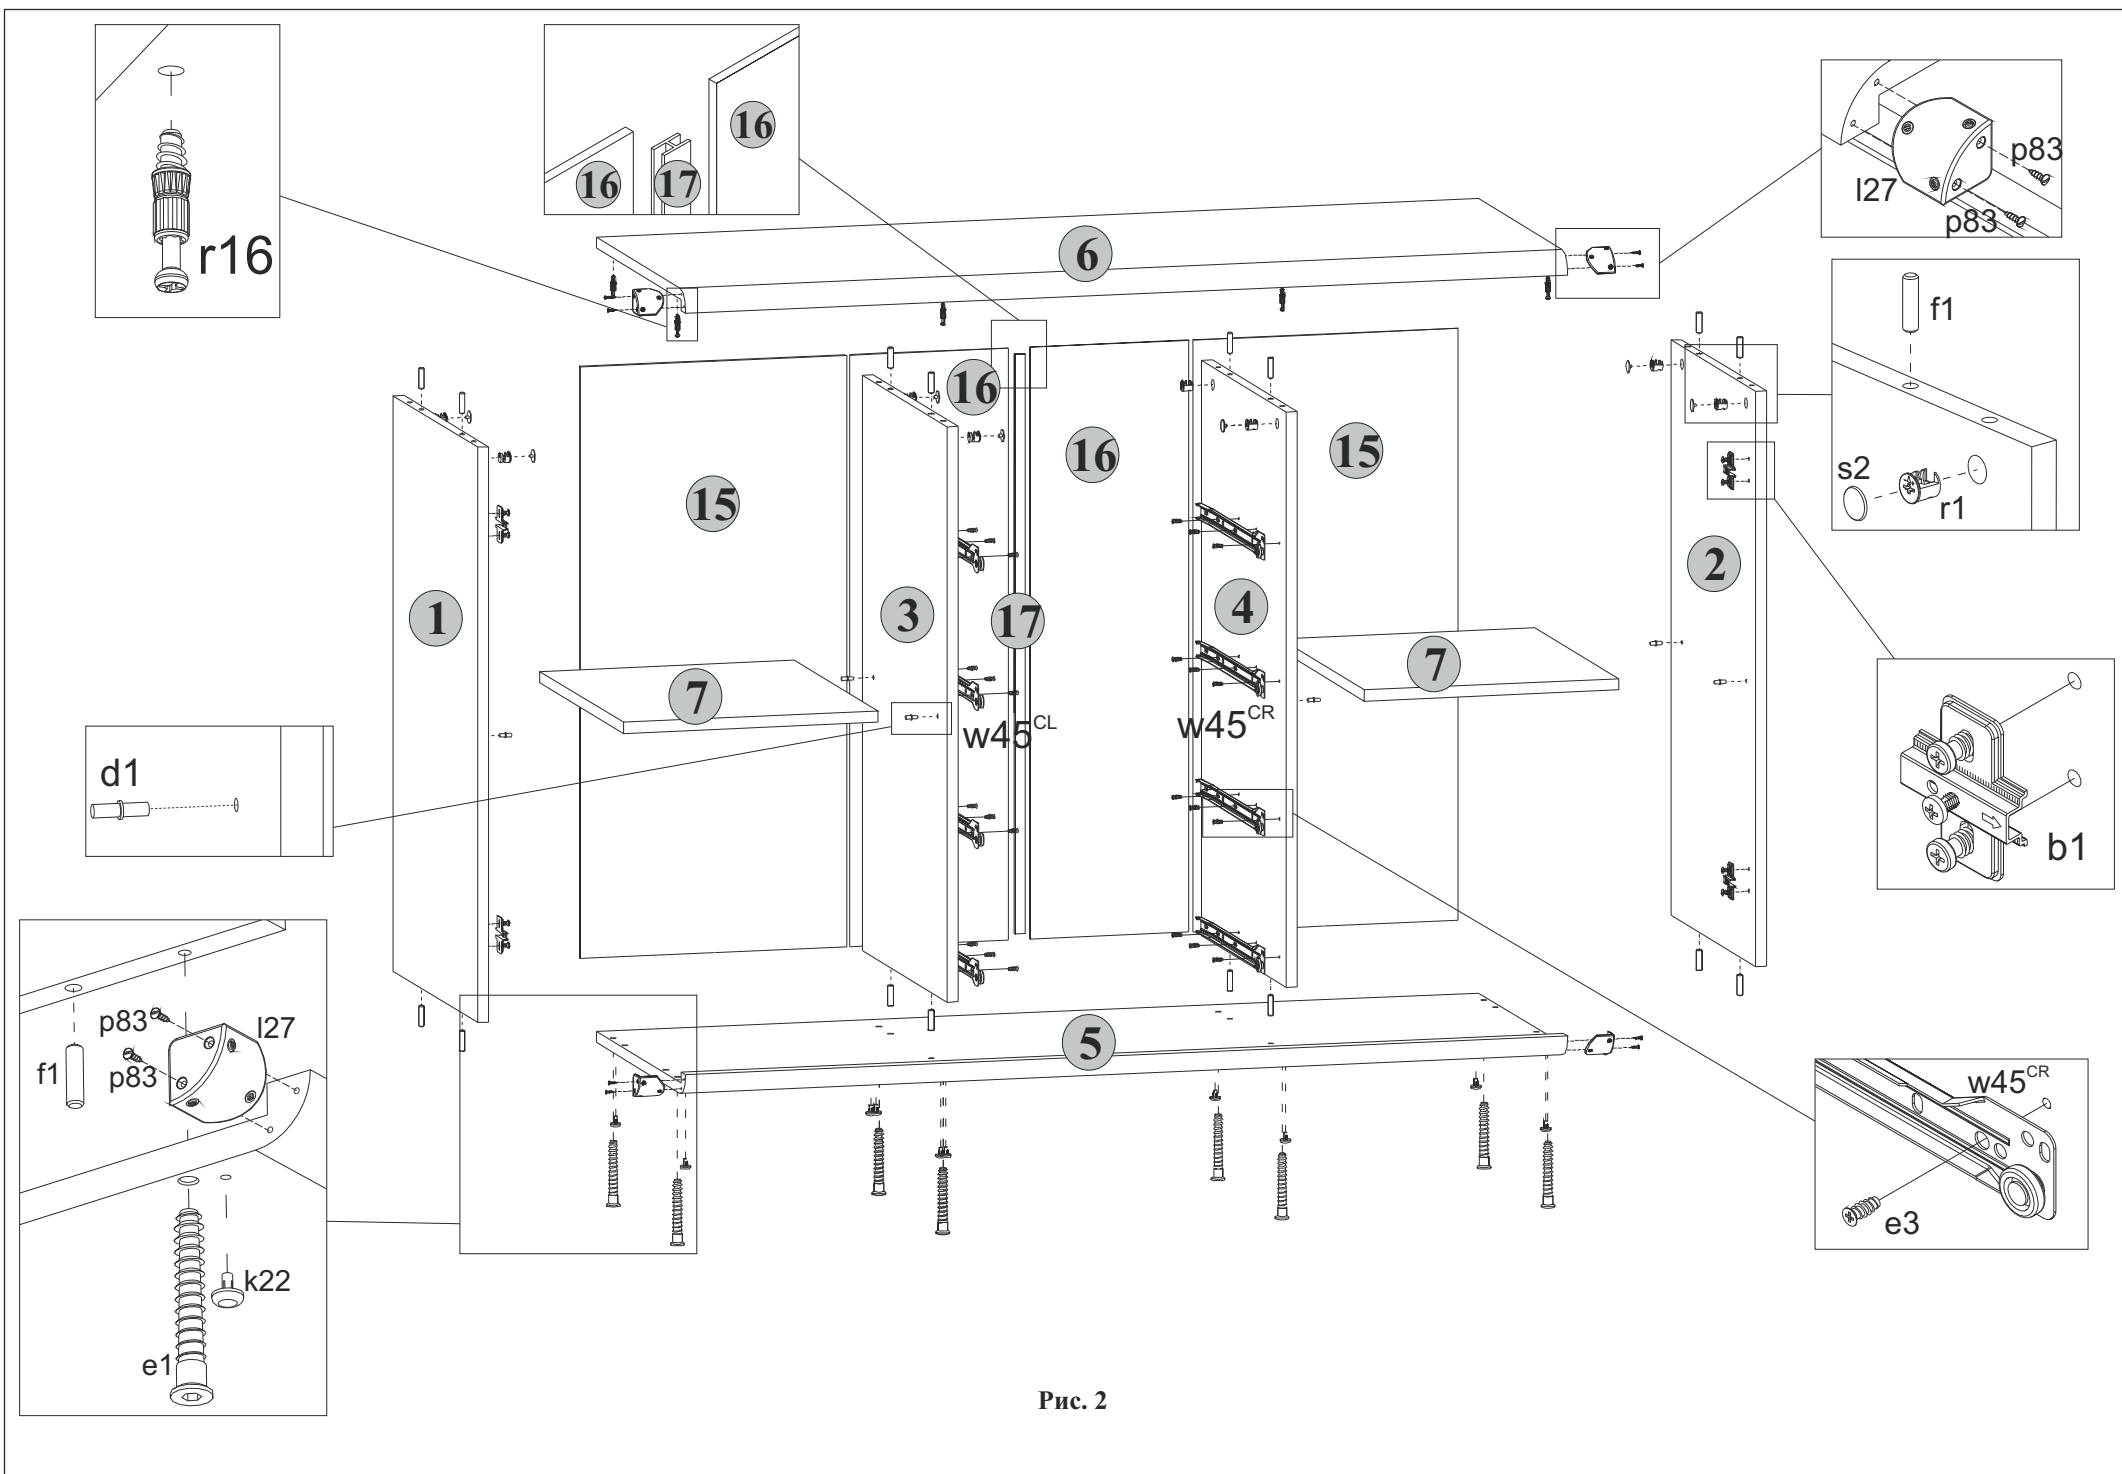

Рис. 2
5.6 На внутренних поверхностях стенок боковых **1** и **2**, а также на правой поверхности стенки средней **3** и на левой поверхности стенки средней **4** в отверстия диаметром **15 мм** вставить стяжки эксцентровые **r1** (**см.рис. 2**).
5.7 В отверстия диаметром **5 мм** на нижней поверхности щита верхнего **6** вкрутить винты стяжки **r16**, пользуясь крестообразной отверткой (**см.рис. 2**).
5.8 В отверстия диаметром **4,5 мм** на нижней поверхности щита нижнего **5** вставить опоры полимерные **k22** (подпятники) (**см.рис. 2**).
5.10 К деталям **1, 2, 3** и **4** присоединить щит нижний **5** и стянуть еврошурупами **e1**, пользуясь специальным ключом **z1** из комплекта фурнитуры (**см.рис. 2**).
5.12 Закрепить стенки задние **15** на корпусе тумбы гвоздями **П** с шагом 80-120 мм, пользуясь молотком (**см.рис. 2**).
5.2 В отверстия диаметром **8 мм** на верхних и нижних кромках стенок боковых **1** и **2**, а также стенок средних **3** и **4** вбить деревянные шканты **f1** (**см.рис. 2**).